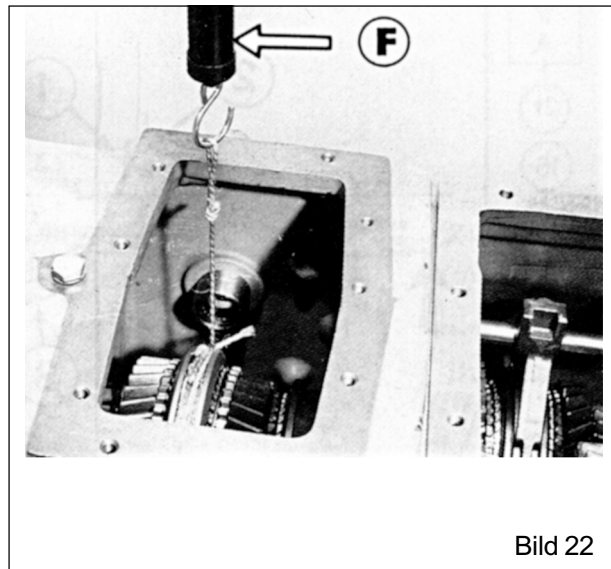

Bild 22
- Eine Schnur um das Schieberad der Wendeschaltung legen (Bild 22). Mit dem Dynamometer 8008 an der Schnur ziehen, bis die Wellen und das Wendeschieberad sich drehen.
- Die Kraft (F) messen.